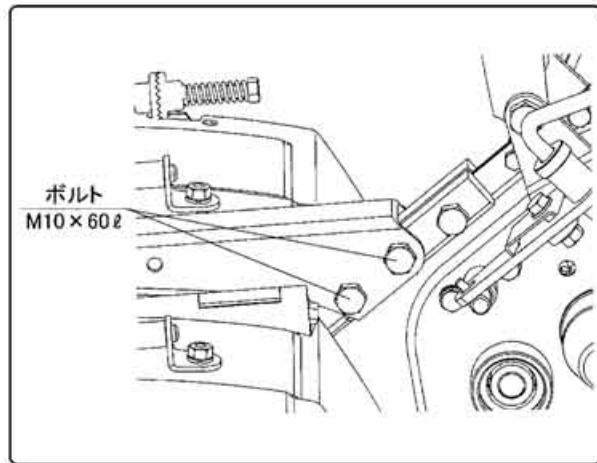

図54
- ①ビーム取付ボルト2本（M10×60ℓ）のナットをゆるめてください。（図54）